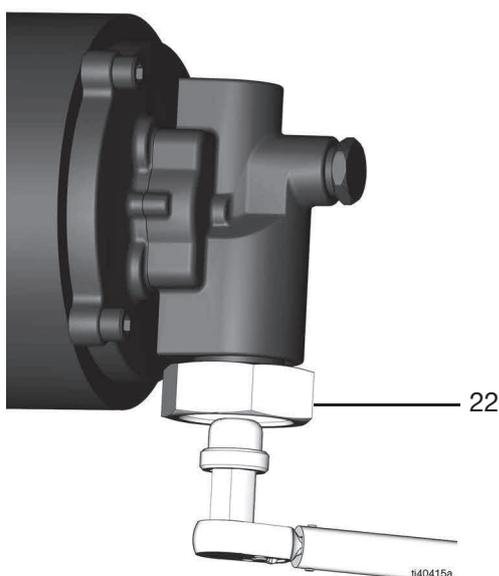

FIG. 3
5. Retire el filtro de aspiración (22) con una llave hex. de 19 mm (3/4 pulg.) (19 mm) llave hexagonal (FIG. 3).
1. Apriete el filtro de aspiración (22) en la entrada de la bomba con una llave hexagonal de 19 mm (3/4 pulg.) (Par de apriete de 30 lb-pie, 40,7 N•m) (FIG. 3).